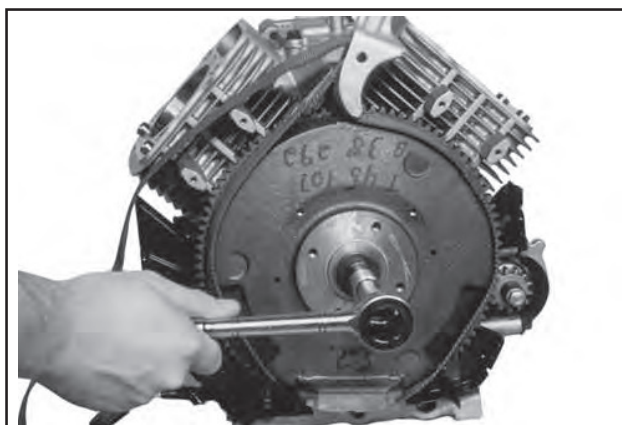

Abbildung 9-62. Abnahme der Schwungradbefestigung mit Bandschlüssel.
1. Einen Bandschlüssel oder ein Haltewerkzeug (siehe Abschnitt 2) benutzen, um das Schwungrad zu halten, und die geflanschte Sechskantschraube lösen, mit der das Schwungrad an der Kurbelwelle befestigt ist. Siehe Abbildung 9-62.